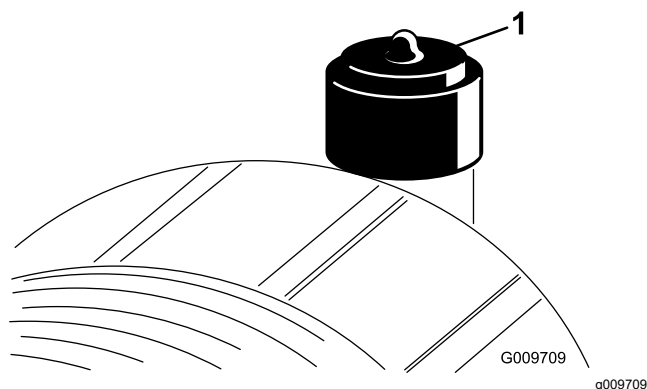

図 68
エアクリーナのフィルタの整備は、インジケータが赤色になってから行ってください 図 68。早めに整備を行っても意味がありません。むしろフィルタを外したときにエンジン内部に異物を入れてしまう危険が大きくなります。
2. インジェクタ図 68 が赤になっている場合はリセットする。